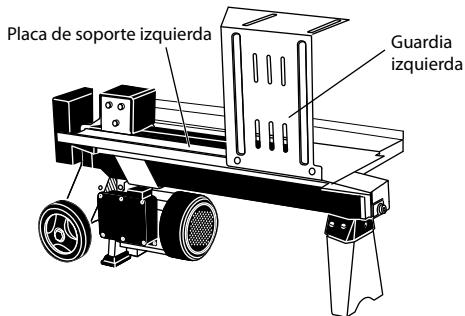
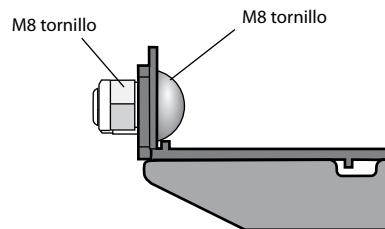

Fig. 1a
Fig. 1b
3. Inserte la placa de cubierta izquierda en la ranura de la placa base izquierda, asegúrese de que los agujeros de la placa de cubierta izquierda están alineados con los agujeros de la placa base izquierda, utilice 2 piezas de tornillos M8 de corte cuadrado y 2 piezas de tuercas de seguridad para la fijación, (fig.1a, fig.1b).